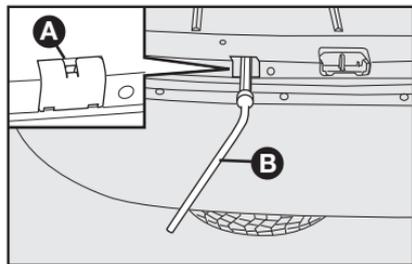

fig. 6
- Utilice el destornillador para quitar la tapa **A-fig. 6** que se encuentra ubicada en la parte trasera del compartimiento de equipajes y, con la llave de rueda y llave con prolongación, gire el mecanismo en el sentido antihorario hasta el final del recorrido, para permitir que la rueda de repuesto pueda bajar.